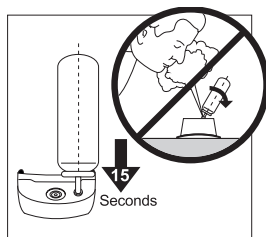

Fig. 1
2. Faites d'abord sortir l'air du réservoir de remplissage en appuyant deux fois sur l'orifice de remplissage (6) à l'aide d'un tournevis.
3. Introduisez la buse de pulvérisation par le haut dans l'ouverture de remplissage (6) sur l'appareil.
4. Pour remplir l'appareil, maintenez la buse de pulvérisation appuyée sur l'ouverture de remplissage (6) pendant environ 15 secondes (fig. 1).